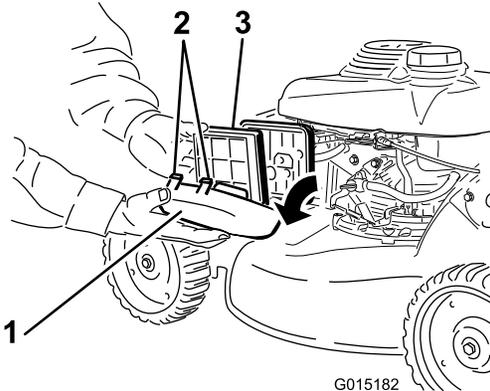

Figure 35
1. Appuyez sur les languettes de verrouillage en haut du couvercle du filtre à air et déposez le couvercle (Figure 35).
2. Retirez le filtre à air (Figure 35).